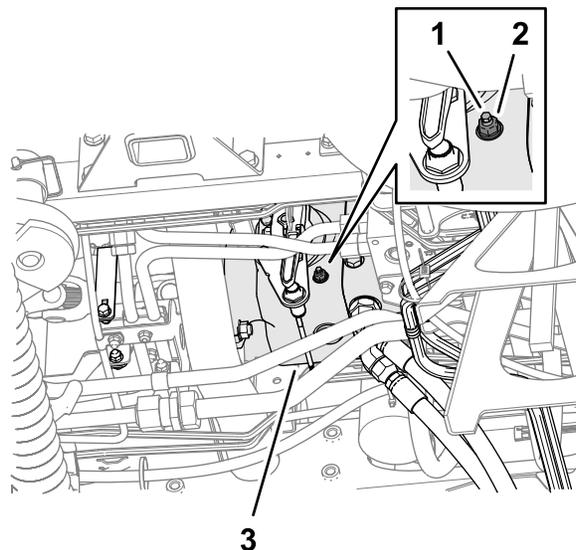

Figura 132
3. Desde la parte inferior de la máquina y en el lado derecho de la bomba de tracción, afloje la contratuerca que sujeta el tornillo de ajuste de retorno a punto muerto (Figura 132).